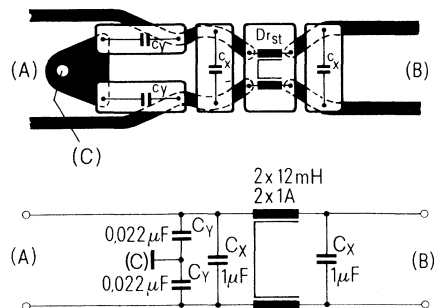

Bild 8 Richtige Anordnung von Filter-Bauelementen z. B. auf einer Leiterplatte
- Zur Vermeidung von kapazitiven und induktiven Verkopplungen zwischen den Bauteilen und zwischen Filter- Ein- und -Ausgängen sind die Bauteile im Zuge der Leitung anzuordnen (siehe Beispiel auf Bild 8).